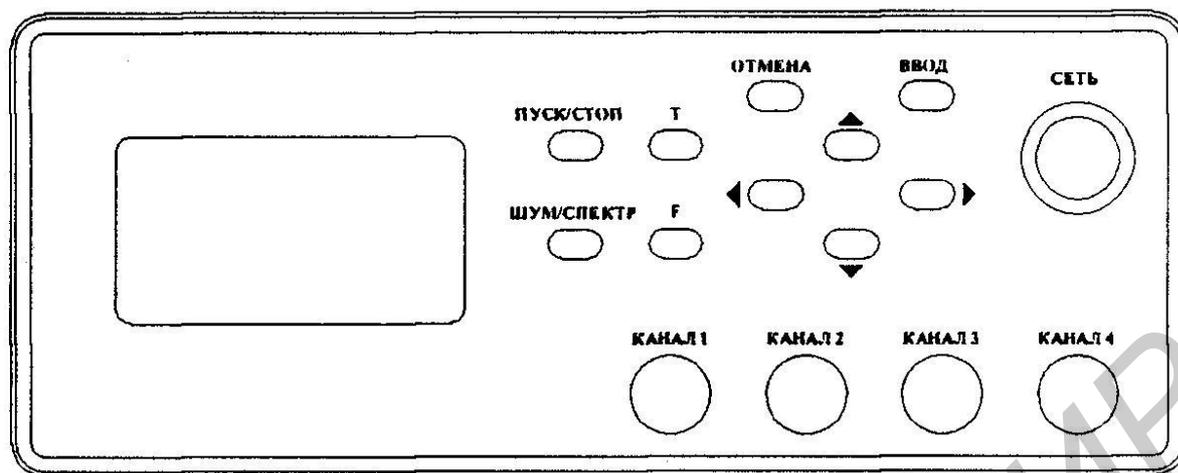

Рис. 1. Лицевая панель
– на лицевой панели основного модуля шумомера-анализатора (рис. 1) расположена клавиатура, состоящая из десяти клавиш управления: «ПУСК/СТОП», «ШУМ/СПЕКТР», «Т», «F», «ОТМЕНА», «ВВОД» и клавиши управления курсором «←», «→», «↑», «↓»;